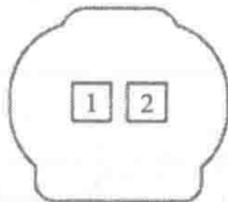

图 1-1-21 发动机冷却液温度传感器 (CTS) 连接器端子图
14. 发动机冷却液温度传感器 (CTS) 连接器端子图 (图 1-1-21) 及端子功能表 (表 1-1-14)